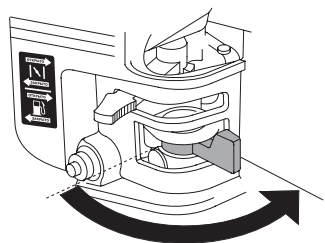

Рис. 23. Рычаг топливного крана
- Откройте топливный кран переводом рычага в крайнее правое положение (Рис. 23).